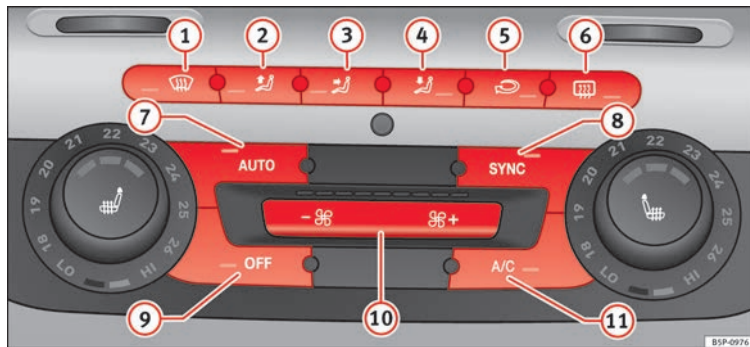

Bild 120 På instrumentbrädan: Reglage för 2C Climatronic.
– För att välja manuellt läge, tryck på en av knapparna » bild 120 1 till 5 eller tryck på luftflödesreglaget 10. Den valda funktionen visas på radio- eller navigationsdisplayen.
- Tryck på knappen **↻** **bild 120** **5** för att slå av eller på luftcirkulationsläget. Det är påslaget om den följande symbolen visas i displayen **↻**.